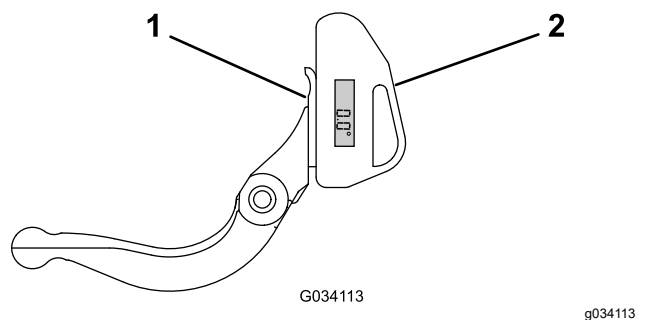

Bild 33
1. Positionieren Sie den Neigungsmesser an der Unterseite des Untermessers, wie in Bild 33 abgebildet.